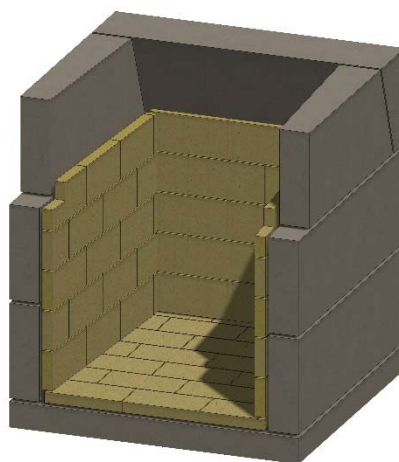

Figura 17. Pared de fuego lateral
J. Instale el ladrillo refractario en las paredes laterales, con el ladrillo colocado de canto. Los ladrillos se colocan en aproximadamente 1/3 de la pared lateral superior, y se debe cortar una muesca en el ladrillo frontal de cada lado, para permitirles despejar la pieza del dintel frontal (que se instalará más tarde). Véase la figura 17.